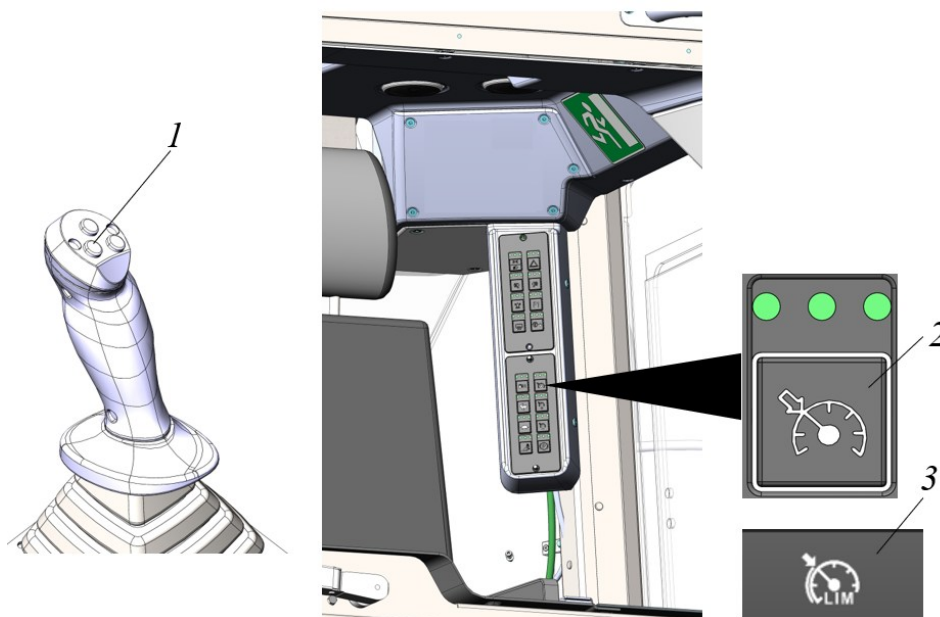

Рисунок 3.52. Активация ограничения скорости
Активация ограничения скорости (рис. 3.52)
- ▷ Скорость снижается до 5 км/ч (заводская установка), также есть возможность повысить или понизить скорость с помощью кнопок 1 и 2, см. рис. 3.52.